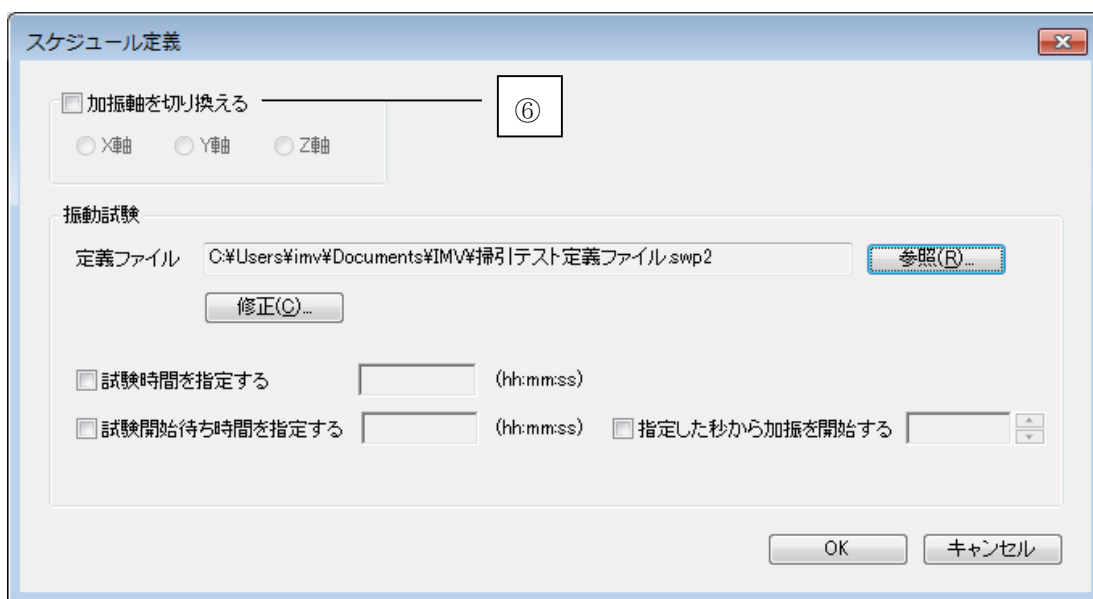
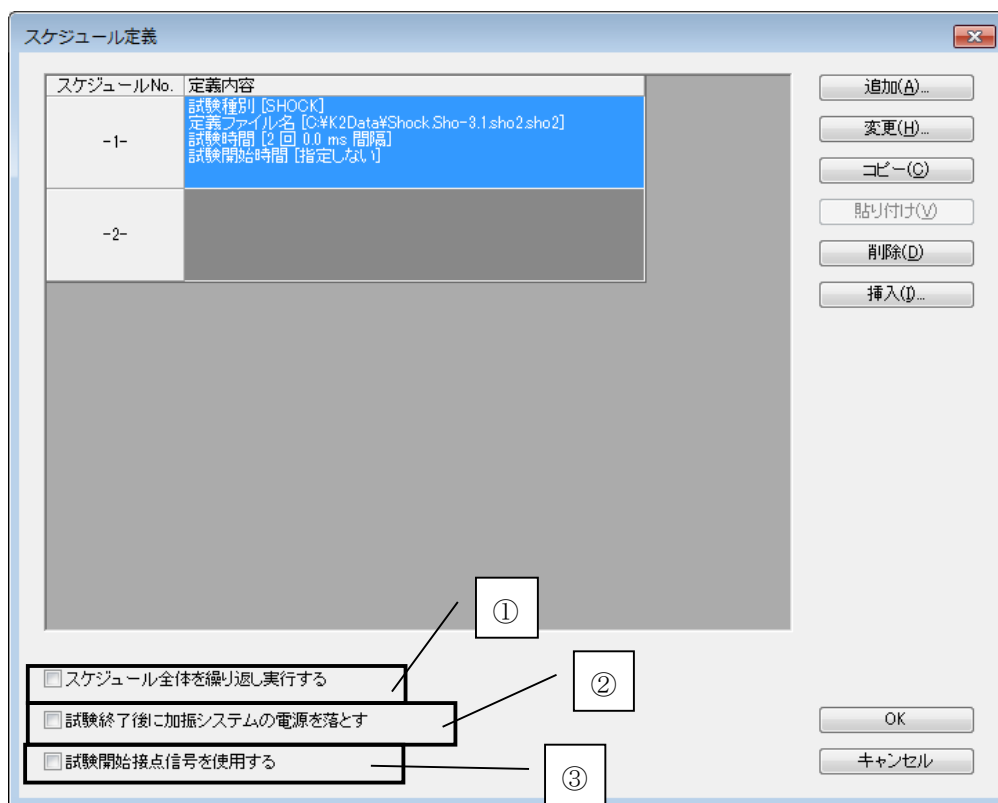
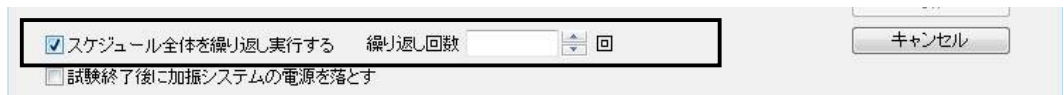

Fig. 2-2-5
Fig. 2-2-7
Fig. 2-2-8
⑥加振軸を切り替える (Fig2-2-5 参照)
最後に Fig. 2-2-5 で「OK」ボタンを押下すれば、選択したテスト定義がスケジュールに組み込まれます (Fig. 2-2-7 参照)。
実際の動作は、Fig. 2-2-7 の①に示されているチェックボックスを ON にします。ON にすると Fig. 2-2-8 のように繰り返し回数の入力ができるようになります。入力できる回数（最大の繰り返し回数）は 10000 回までです。
実際の操作は、Fig. 2-2-7 の②に示されているチェックボックスを ON にします。
実際の操作は、Fig. 2-2-7 の③に示されているチェックボックスを ON にします。